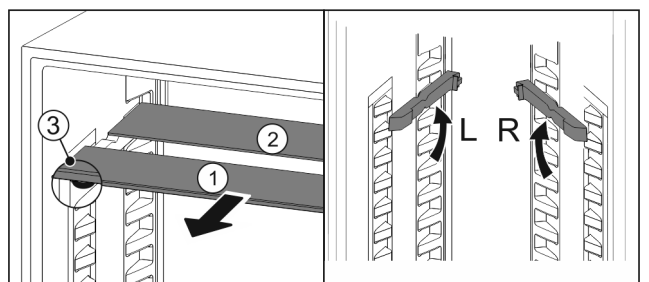

Fig. 127
- ▶ estrarre i ripiani di vetro singolarmente tirando in avanti Fig. 127 (1).
- ▶ Il piano in vetro Fig. 127 (1) con il motivo ornamentale è nella parte anteriore.
- ▶ I fermi Fig. 127 (3) sono rivolti verso il basso.